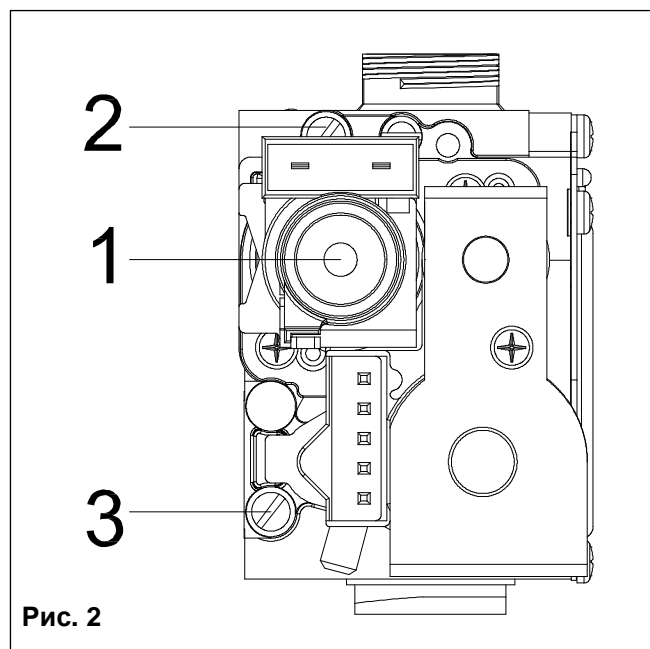

Рис. 2
- Откройте кран подпитки **R** (рис. 2).
- С помощью манометра **M** (рис. 2) убедитесь в том, что давление в системе достигает половины зеленого сектора (1,2 бар, см. рис. 3), и что на дисплее панели управления не отображается код H2O.
- Ослабьте винт точки замера давления № 2 (рис. 2) и вставьте манометр.